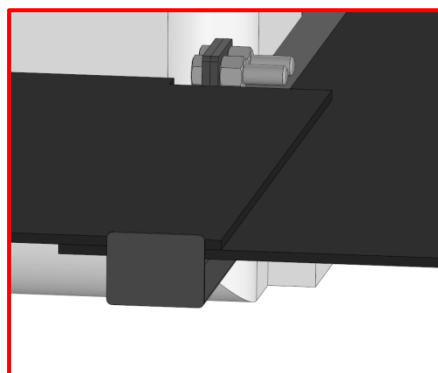

Рисунок 6 – Установка пластиковых щитов «внахлест»
1. Нарезать по карте раскроя (см. Рис. 6) утеплитель (см. Табл. 3).